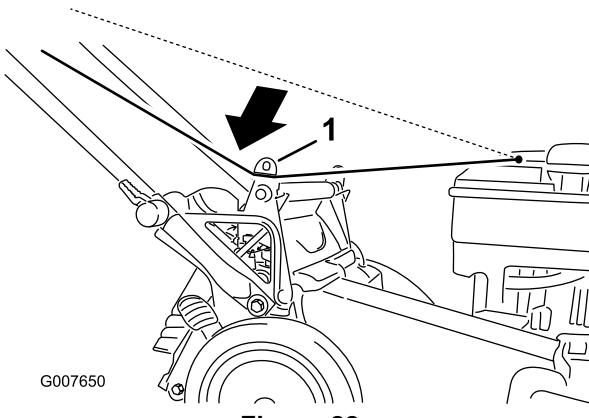

Figure 22
- Faites passer le câble du lanceur autour du guide inférieur (Figure 22).